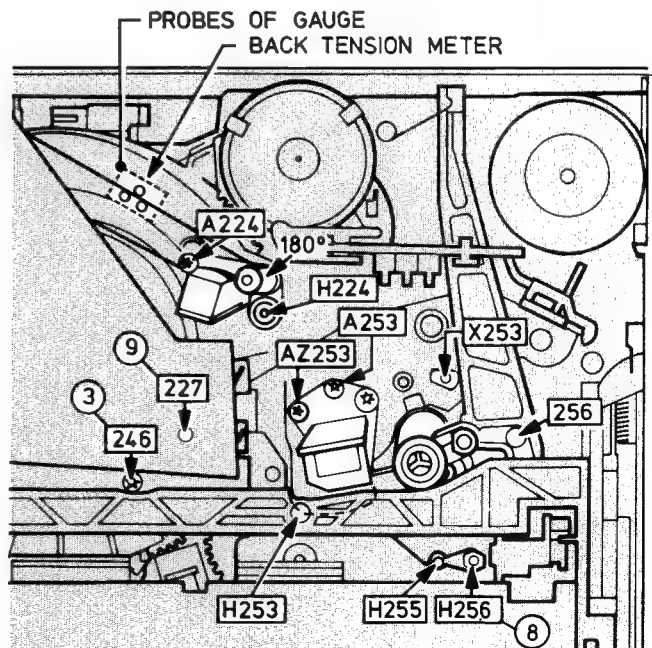

Bild 2-10
- Nach einigen Sekunden Bandzugmesser einsetzen Bild 2-10.